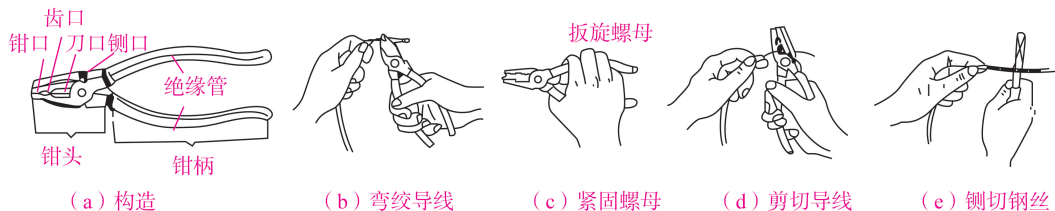

图 2-14 电工钢丝钳的构造及用途
(1) 钢丝钳是一种钳夹和剪切工具。它由钳头和钳柄两部分组成, 钳头有钳口、齿口、刀口和侧口四部分, 如图 2-14 所示。钳口可用来弯绞和钳夹导线头; 齿口用来紧固或起松螺母; 刀口用来剪切导线或剖削软导线绝缘层; 侧口用来侧切电线线心、钢丝或铅丝等较硬金属。其绝缘耐压为 500 V, 可在有电场合使用。钢丝钳规格以全长表示, 有 150 mm、175 mm、200 mm 三种。